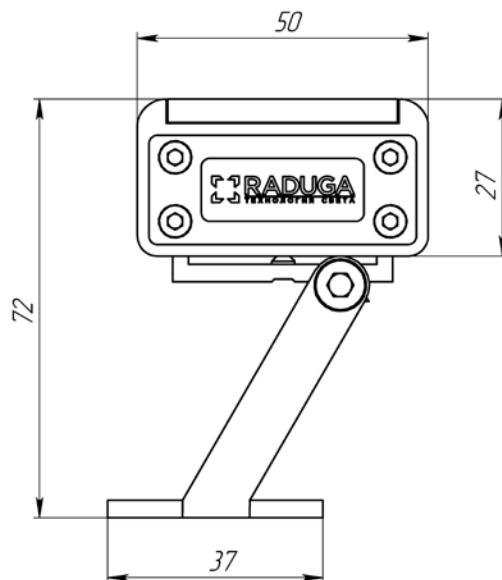

Рис. 1
2.4 Габаритные, установочные размеры и крепежные элементы представлены на рис.1
- 3.2. Светильник установить на монтажную поверхность и закрепить монтажными болтами. Усилие закручивания болта не менее 4 Н*м. Габаритные и установочные размеры указаны на рис. 1.